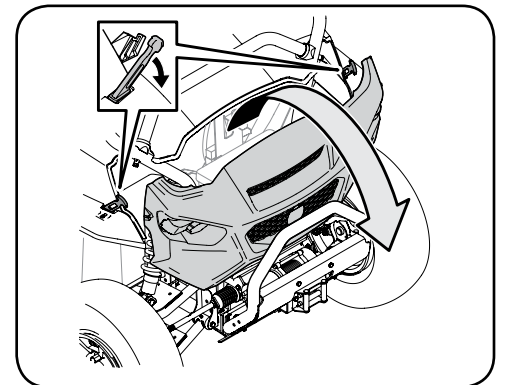

Figure 4-8
1. Décrochez les loquets du capot, puis abaissez le capot. Voir Figure 4-8.